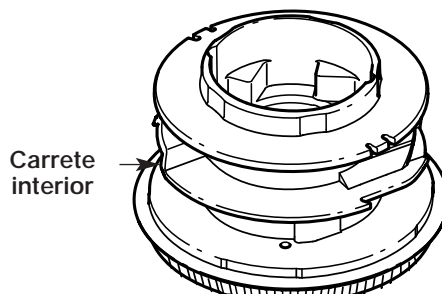

Figure 24
4. Saque toda la línea que haya en el carrete interior antes de limpiarlo. Saque todos los residuos o pasto de la perilla, resorte, carrete interno y sello de espuma. Lave el carrete interior con agua jabonosa tibia (Fig. 24).